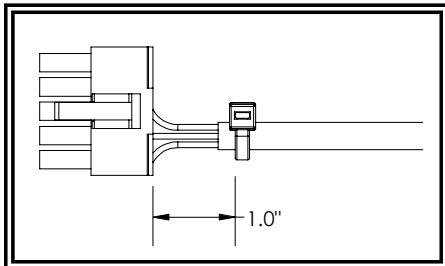

Figure 2
7. Placez l'attache à glissière à 1,0 po. de la base des connecteurs indiqués à la figure 2. L'attache à glissière ne doit pas glisser sur le cordon.